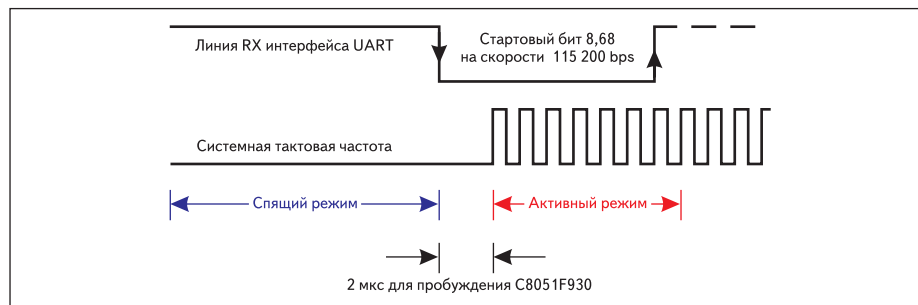

Рис. 4. Пробуждение микроконтроллера при получении данных по UART
- При ожидании событий (прихода данных по UART, SPI либо SMBus/I²C) в режиме сна, необходимо использовать функцию формирования прерывания при появлении заданного уровня на линиях ввода/вывода (Port Match). Так, например, если микроконтроллер находится в спящем режиме, для которого время «просыпания» 2 мкс, то, например, при получении по интерфейсу UART стартового бита, длина которого ~8,68 мкс на скорости 115 200 бод, микроконтроллер успеет «проснуться» и будет готов для приема посылки данных (рис. 4).